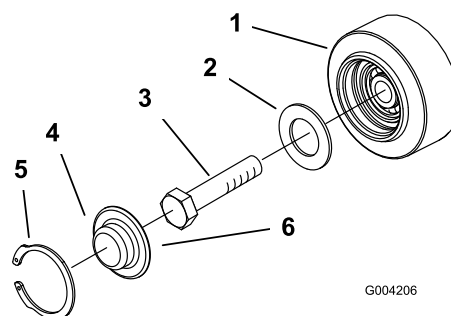

Bild 48
3. Nehmen Sie den Sprengring und die Kappe vom Straßenrad ab (Bild 48).
4. Prüfen Sie das Schmiermittel unter der Kappe und um die Dichtung (Bild 48). Wenn es schmutzig, körnig oder verbraucht ist, entfernen Sie das gesamte Schmiermittel, wechseln Sie die Dichtung aus und fügen Sie neues Schmiermittel hinzu.
6. Setzen Sie die eingefettete Straßenradkappe auf den Schraubenkopf (Bild 48).
7. Befestigen Sie die Straßenradkappe mit dem Sprengring (Bild 48).